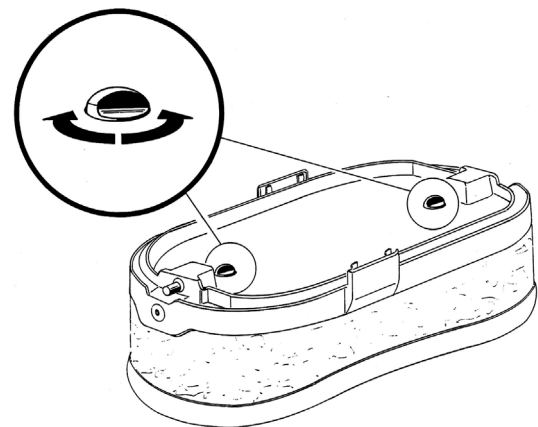

figura 2
**10** Es posible impedir la remoción de la tapa girando los selectores situados en la parte inferior.(ver figura 2)